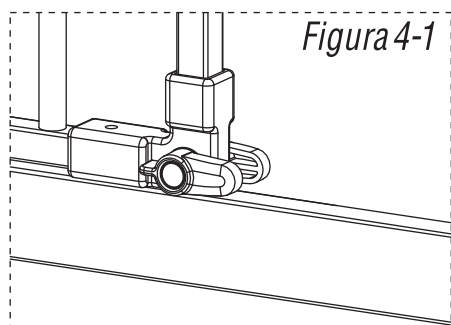
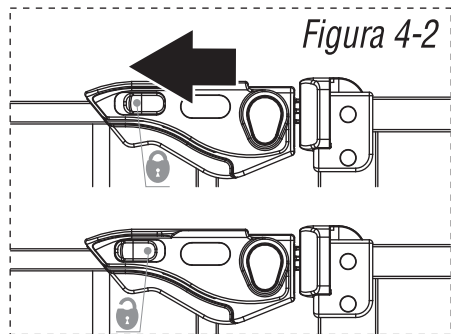

Figura 4-1
Figura 4-2
**Per aprire** - Assicurarsi che i blocchi della base nella parte inferiore della porta del cancello siano in posizione orizzontale (Figura 4-1). Allontanare la molla dal fermo ad apertura facilitata mentre si solleva contemporaneamente la leva del chiavistello verso l'alto (Figura 4-2 e 4-3). Questo rilascerà il fermo di del chiavistello del cancello e consentirà alla porta di essere spinta o tirata per essere aperta. Portare la leva del chiavistello verso l'alto (Figura 4-2 e 4-3). Questo rilascerà il fermo del chiavistello del cancello e consentirà alla portadi spingere o tirare per essere aperta.